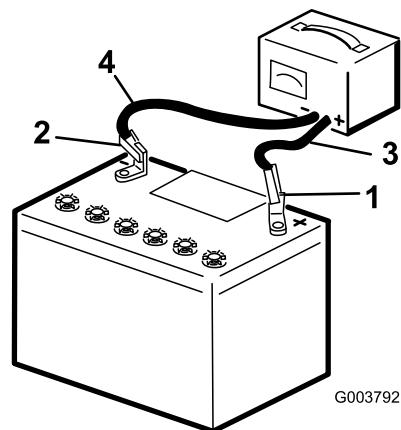

Figura 64
3. Collegate il cavo di ricarica positivo al polo positivo della batteria (Figura 64).
4. Collegate il cavo di ricarica negativo al polo negativo della batteria (Figura 64).
6. Quando la batteria è completamente carica, staccate il caricabatterie dalla presa elettrica e scollegate i cavi di ricarica dai poli della batteria (Figura 64).